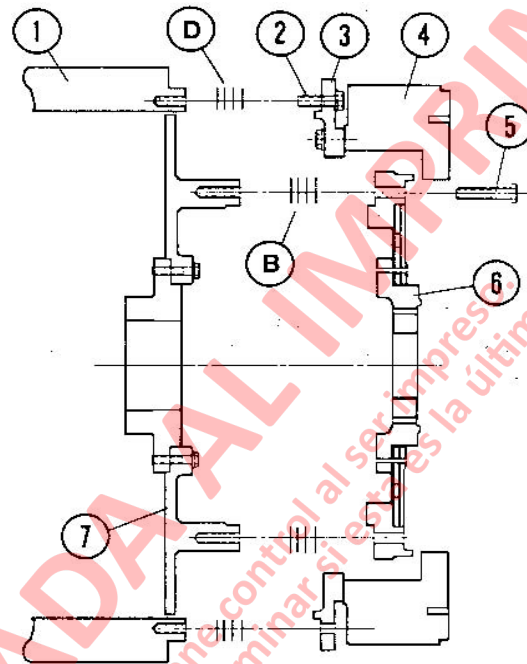

FIGURA 4-6. MONTAJE DEL ALTERNADOR AL MOTOR
2. Ponga cuidadosamente el alternador en su lugar y enganche el anillo de mando del motor (6, Figura 4-6) en el mando del rotor del alternador (7) empleando las laines "B", si fuese necesario. Consulte el paso 5a. en Procedimiento de Medición.
3. Instale los pernos del adaptador de la caja de la volante (2) en la caja del alternador (1). Apriete a **237 N.m (175 ft. lbs.)**.
4. Instale pernos (5) a través del anillo de mando del motor (6) en el adaptador del rotor del alternador (7). Gire el cigüeñal para acceder a los orificios y alinearlos. Apriete los pernos (5) a **237 N.m (175 ft. lbs.)**.